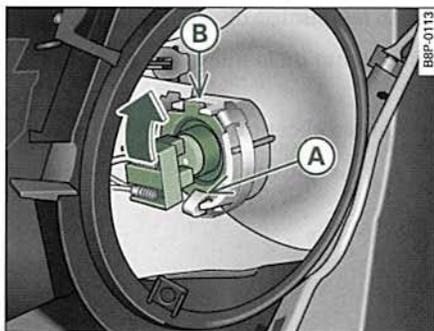

Fig. 255 Carcasa portálámpara: Colocar la lámpara
- Coloque la lámpara en la carcasa portalámpara empezando por abajo ⇒ *página 303*, fig. 255, en la posición **(A)**.
- Alce el conector de plástico en el sentido que indica la flecha ⇒ *página 303*, fig. 255 hasta que la lámpara encastre en el soporte. Si no lo consigue a la primera, corrija la posición de la lámpara de incandescencia.